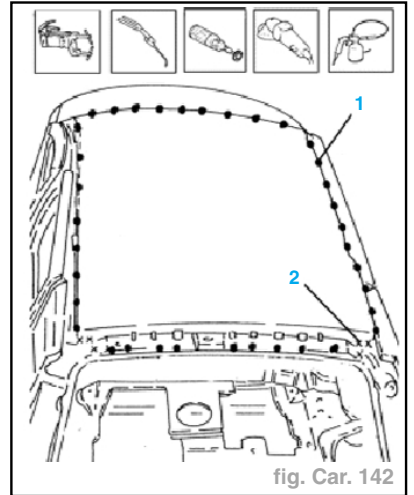

fig. Car. 142
- Effectuer une soudure par points sur les bords du pavillon (1) (fig. Car. 142).